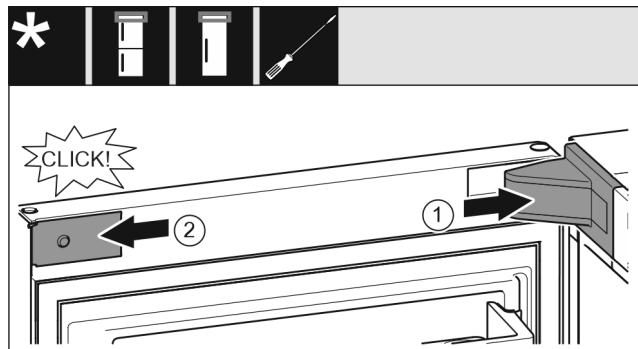

Fig. 26
- ▶ Założyć osłonę płytki zawiasu Fig. 26 (1) i zazębicić, ew. ostrożnie odsunąć.
- ▶ Założyć zaślepkę Fig. 26 (2) z boku i zazębicić.